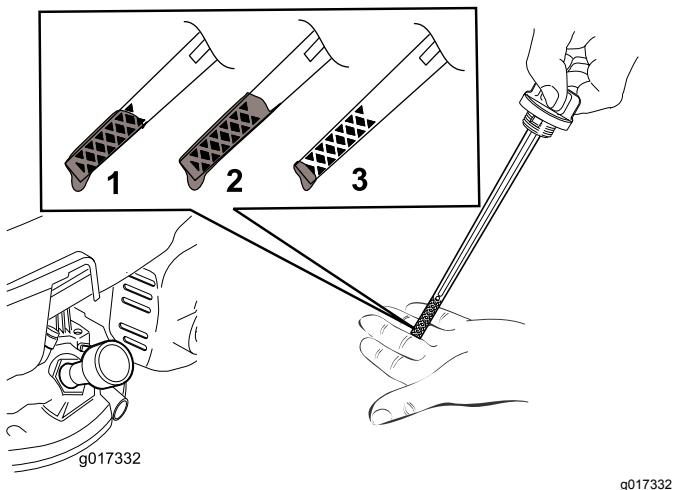

Figure 12
5. Pour déterminer le niveau d'huile correct indiqué par la jauge, voir (Figure 12).
Remarque: Versez de l'huile dans le carter moteur jusqu'à ce que la jauge indique le niveau correct, comme montré à la Figure 12. Si vous remplissez excessivement le carter moteur, vidangez l'excédent d'huile comme expliqué sous Vidange de l'huile moteur \(page 16\).